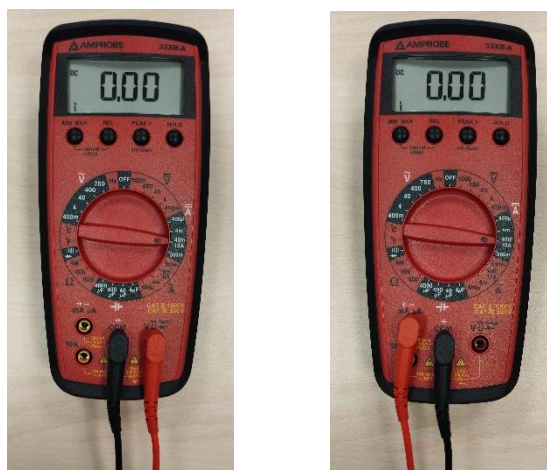

Figura 17. Connexió dels cables mesurar tensions o resistències (esquerra) i per mesurar intensitat (dreta).
1. Connectar els dos cables en els borns corresponents de l'aparell. El cable negre es connecta a un terminal comú (COM), mentre que per al vermell hi ha dues opcions disponibles, segons es vulgui mesurar tensions/resistències o intensitats (Figura 17).